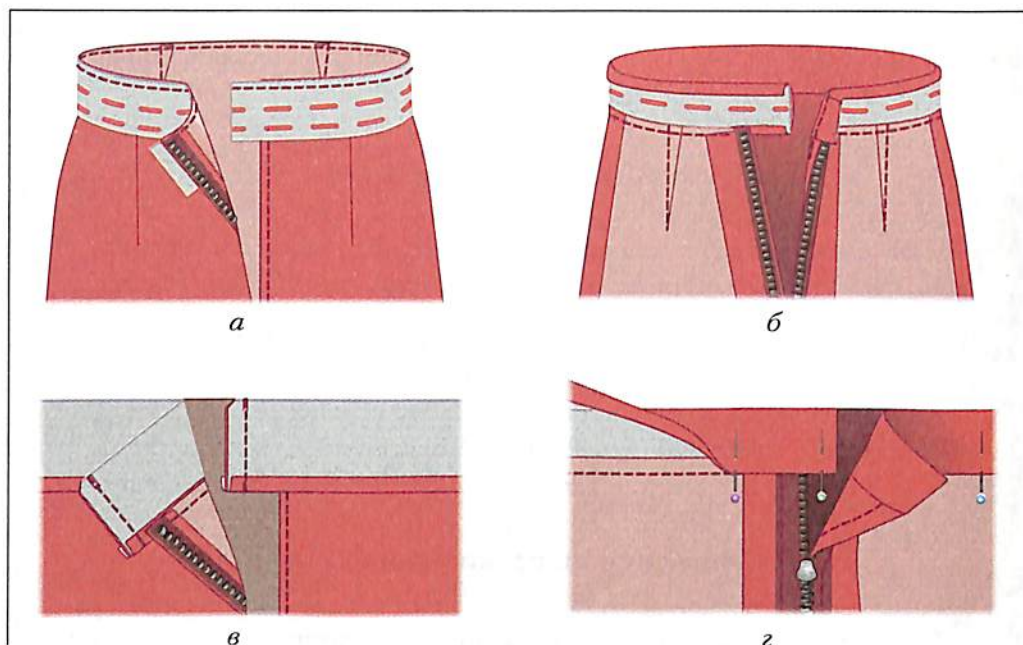

Рис. 70. Обработка верхнего среза юбки прямым притачным поясом:
1. Приколоть деталь пояса, предварительно дублированную прокладкой, к верхнему срезу юбки лицевыми сторонами друг к другу. Перфорированная линия (линия с отверстиями) на прокладке совмещается с линией шва юбки. На левом крае разреза конец пояса должен выступать на ширину припуска на шов, на правом – на расстояние припуска под застёжку (3 см + припуск на шов). Пояс притачивают по линии, размеченной на прокладке с помощью перфорации (рис. 70, а).
2. Заутюжить припуски на шов пояса (рис. 70, б).
5. Срезать припуски на швы до 5 мм, на углах – наискосок (рис. 70, в).
7. Сколоть края припуска на участке пояса под застёжку (рис. 70, г).